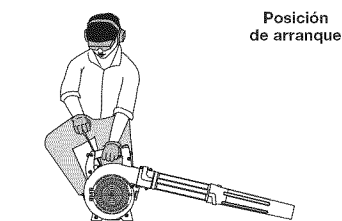

Fig. 10
ADVERTENCIA: Evite los arranques accidentales. Cerciórese de estar en la posición de arranque al tirar de la cuerda (Fig. 10). A fin de evitar lesiones graves, el operador y la unidad deben estar en una posición estable durante el arranque.
5. **No apriete el gatillo.** Colóquese en la posición de arranque (Fig. 10). Tire de la cuerda de arranque 5 veces en un movimiento controlado.
5. Agáchese en la posición de arranque (Fig. 10). Inserte el accesorio Speed Start™ en el puerto situado a uno de los lados de la unidad (Fig. 25). Consulte la sección Operación del manual del operador del accesorio Speed Start™.